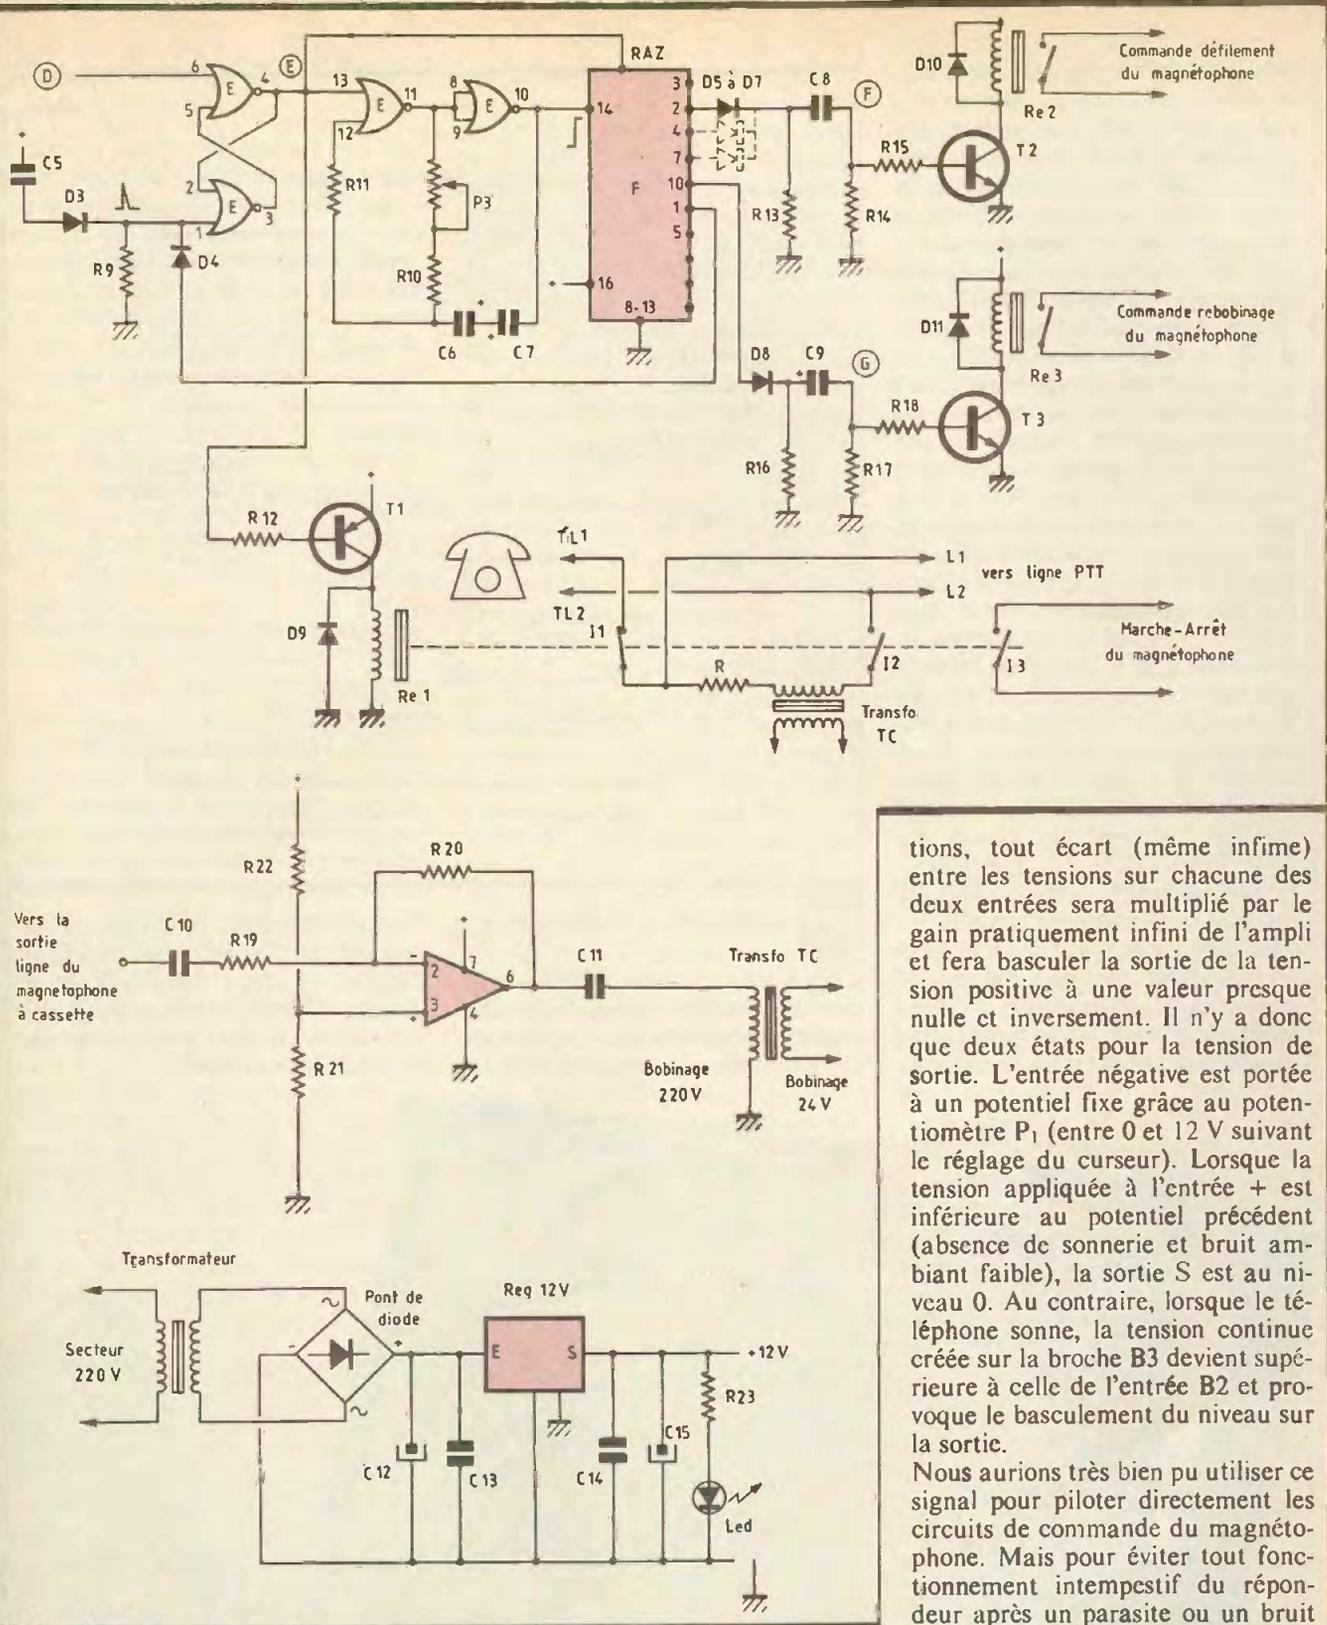

Fig. 3
- A la **figure 3** : les circuits de logique et de commande du magnétophone.